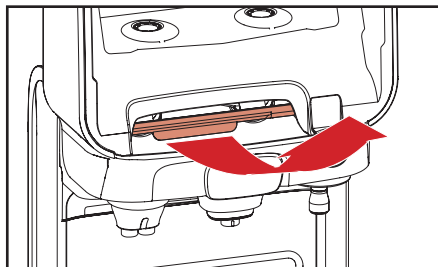

Bild 5.5 - Dra i den röda spaken
2. Dra i den röda frigöringsstangen för att öppna utloppsfacket (bild 5.5).
- a. Dra den röda spaken för att öppna mynningsutrymmet (bild 5.5).